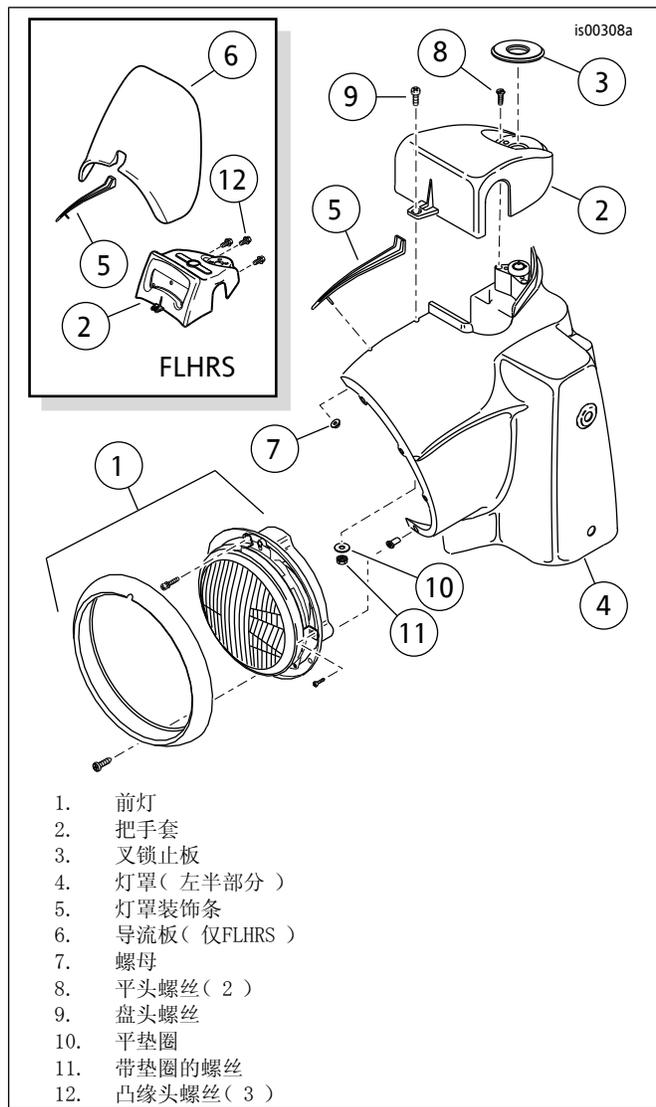

图3。灯罩、前灯和把手套（所示的为FLHR车型）
14. 对于所有路王车型：参见图3。在前灯灯罩（4）内部卸下凸缘螺母（7），以释放灯罩顶部的装饰条（5）。